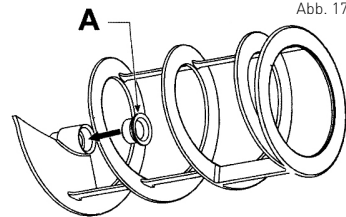

Abb. 17
- Überprüfen Sie immer den Zustand der Dichtung (A) – ist sie verschlissen, muss sie ausgewechselt werden.
- Die Schneckenmutter (A) wechseln Sie mindestens alle 12 Monate aus.
- Bringen Sie die Schneckenmutter (A) gemäß der Anweisung an (siehe: Abb. 17).